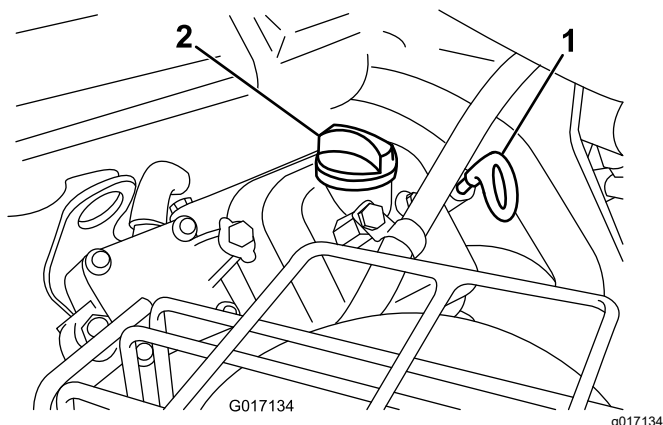

Figure 41
3. Remettez la jauge dans le tube et vissez-la dedans (Figure 41).